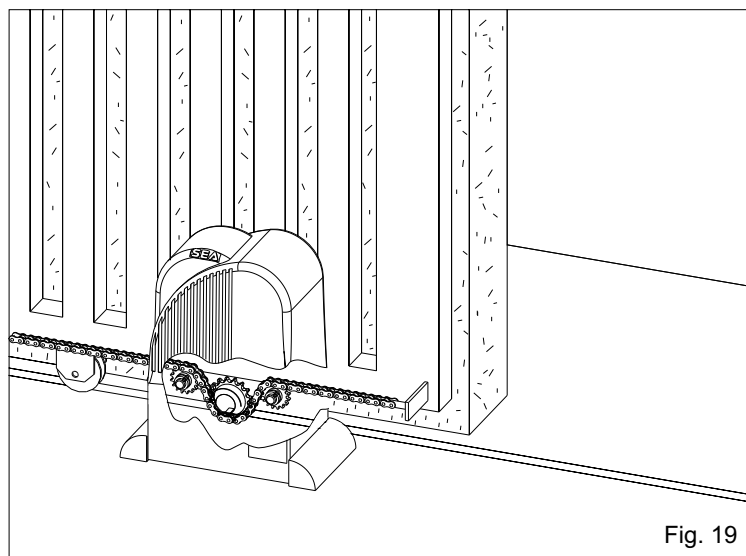
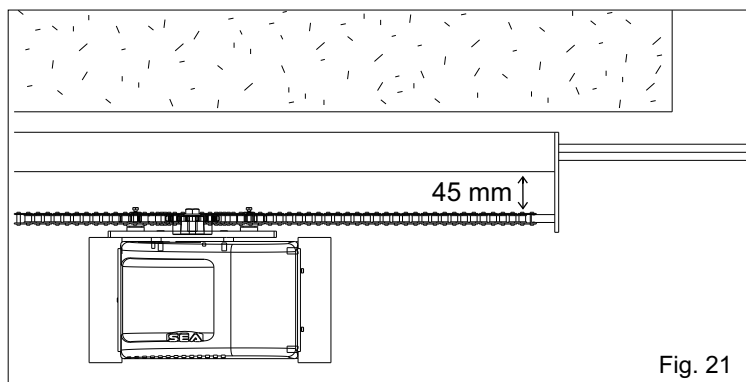
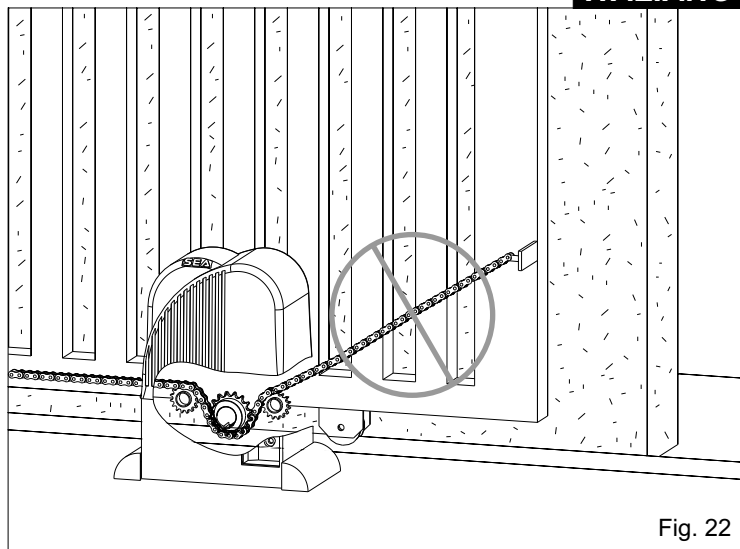

Fig. 19
Fig. 21
Fig. 22
Nelle figure 19 e 20 è possibile vedere la corretta installazione rispettivamente a cancello aperto e a cancello chiuso; si noti il percorso obbligato della catena all'interno del gruppo pignone che non deve essere variato. Per una corretta installazione seguire attentamente le indicazioni riportate di seguito.
**Nota:** Fare in modo che i fori per il tendicatena e quindi la catena stessa, siano ad una distanza minima dal cancello di 45 mm (Fig. 21).
**9.2.** Installare la catena facendola passare per il gruppo pignone come in Fig. 18. La catena deve essere sempre in linea, sia verticalmente (Fig. 19) che orizzontalmente (Fig. 21), se non è perfettamente allineata (Fig. 22 e 23) può causare un deragliamenti della stessa dal gruppo pignone oppure si rischia di avere un maggiore sforzo da parte del motoriduttore non avendo così il giusto funzionamento dell'impianto.